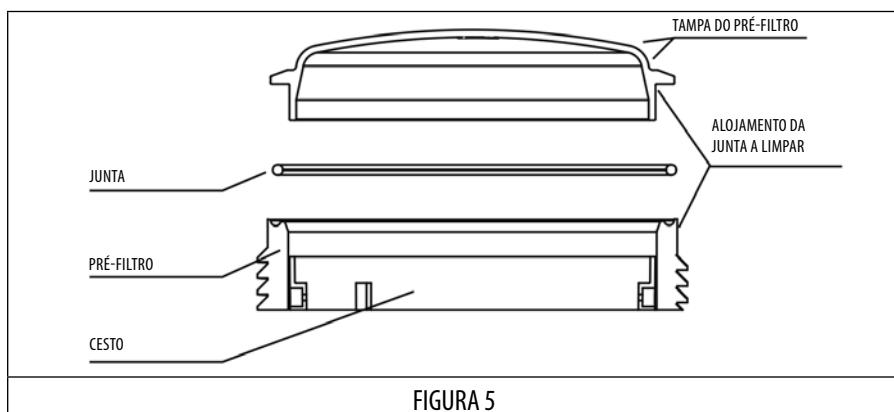

FIGURA 5
- Cada vez que o pré-filtro for aberto, remova as impurezas do assento da junta e da própria junta, para assegurar a sua estanqueidade quando a tampa for fechada (FIGURA 5).